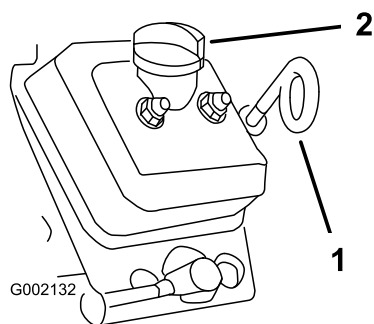

**Figura 15**
- Modelli **07266TC e 07279** – asta di livello dell'olio e becco erogatore (Figura 15).
4. Estraete l'asta di livello dell'olio e pulitene l'estremità (Figura 15 e Figura 16)
5. Inserite a fondo nel tubo di rifornimento l'asta di livello dell'olio (Figura 15 e Figura 16). Estraete l'asta e controllate l'estremità.
6. Rimontate l'asta di livello dell'olio e inseritela a fondo (Figura 15 e Figura 16).